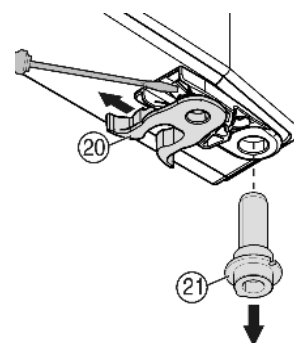

Fig. 9
- ▶ Flytta fjäderklämman Fig. 9 (20): tryck ned spärrklacken och dra ut fjäderklämman över denna.
- ▶ Dra ut lagerbulten Fig. 9 (21) ur dörrbussningen och sätt in den tillsammans med brickan på den motsatta sidan. Spärrklacken måste peka mot dörrens insida och spåret mot utsidan.
- ▶ Vrid in dörren och sätt in lagerbulten Fig. 9 (21) i lagerbocken. Vrid ev. lagerbulten så att den kan gå i lås.